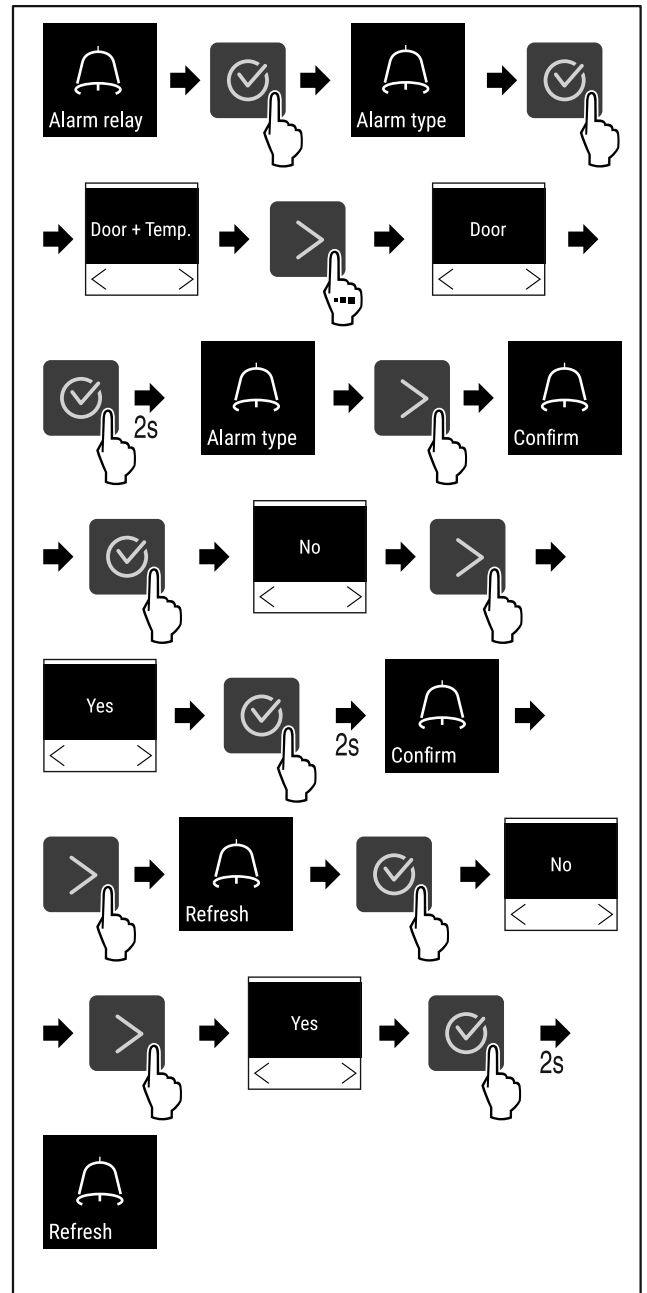

Fig. 110
- ▶ Seguir los pasos de procedimiento (consulte Fig. 110).